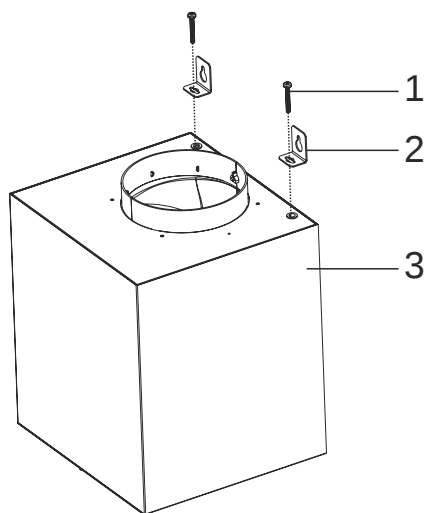

Fig. 14
8. ➡ Om motorkabinettet ska hänga, använd de 2 x M5x35mm skruvarna och 2 x upphångningsbeslagen och montera dem på motorkabinettet (Fig. 14).